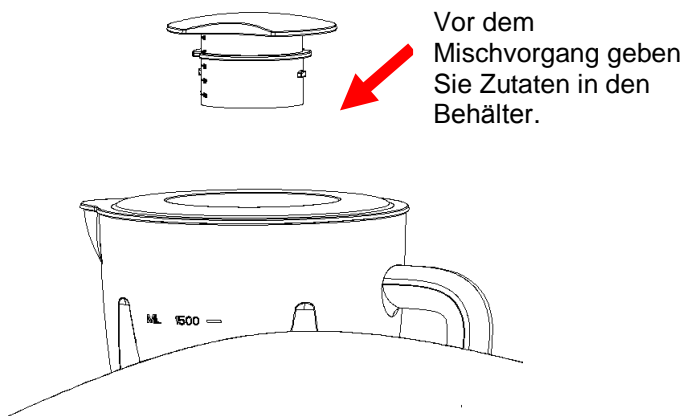

Abb. 6
2. Legen Sie die zu mischenden Lebensmittel in den Behälter (siehe Abb.6). Normalerweise muss eine bestimmte Menge Wasser hinzugefügt werden. Das Verhältnis von Mixgut und Wasser beträgt 2:3.